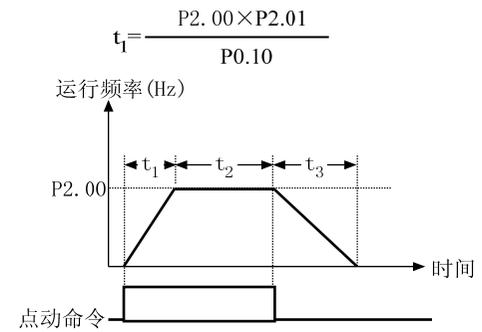

图 5-2-1 点动运行参数说明
- ◆ 如图 5-2-1 所示， $t_1$ 、 $t_3$  为实际运行的点动加速和减速时间， $t_2$  为点动时间，P2.00 为点动运行频率，而由 P2.01 和 P2.02 设定的点动加减速时间为 0 到最大频率所需的时间。